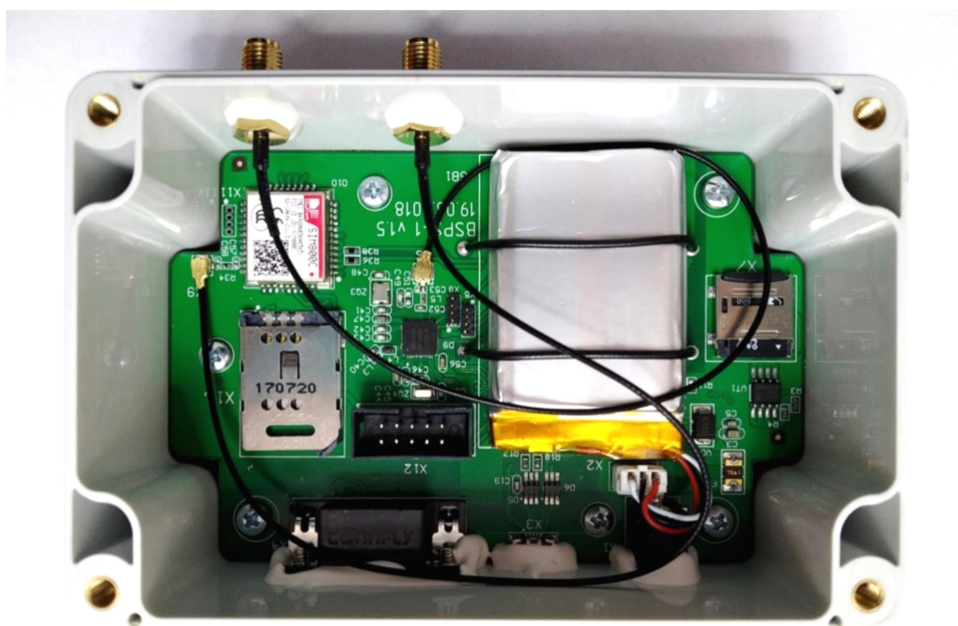

рис.1
3. Установить SIM-карту в держатель на печатной плате БСПС. (рис.1).